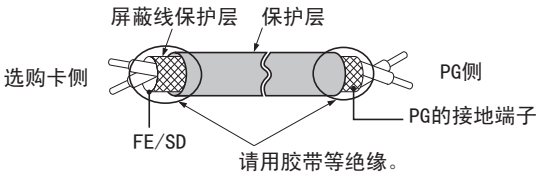
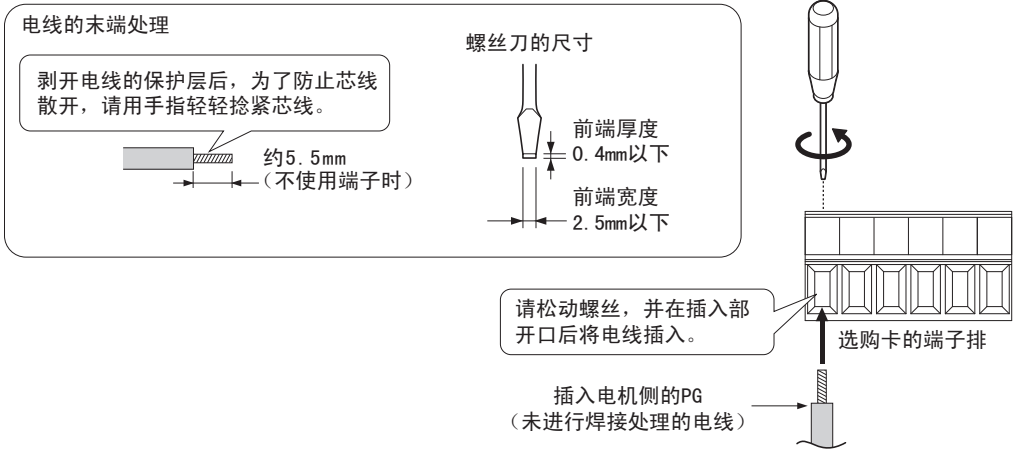

图 87 屏蔽线的线头处理
图 88 电线线头的处理与接线
4. 请参考图 87 和图 88，对电线的线头进行处理。关于接线时的紧固力矩，请参照“电线尺寸和紧固力矩”（119 页）。请确认所有的电线是否确实固定、电线的包层是否卡入端子排的插入部。此外，请切除外露的芯线。